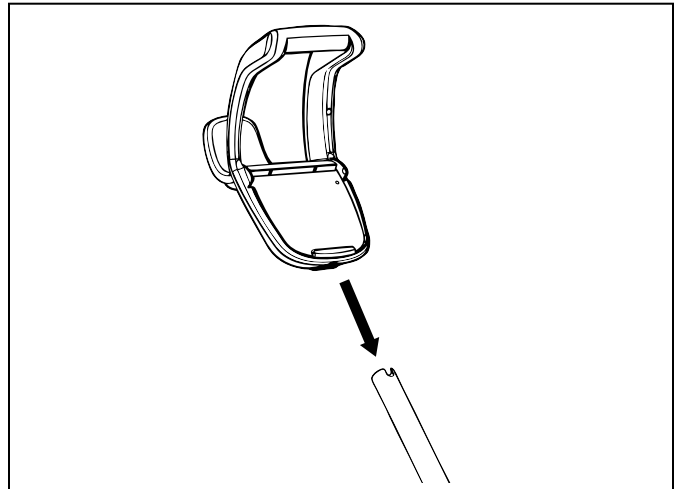

Figura 6. Instale la manija del carrito
- Deslice la manija de la unidad de base o del carrito hacia abajo por el tubo hasta que calce en su sitio. (Véase Figura 6).